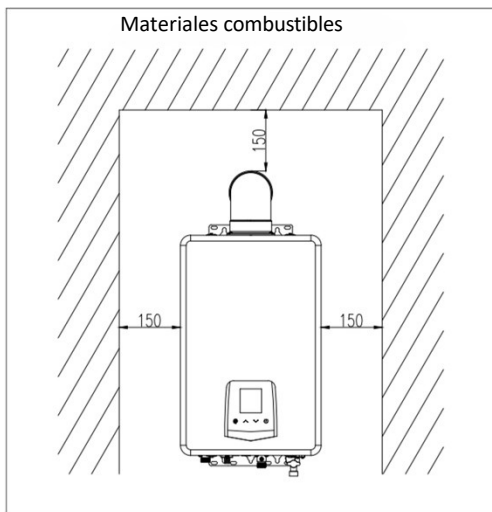
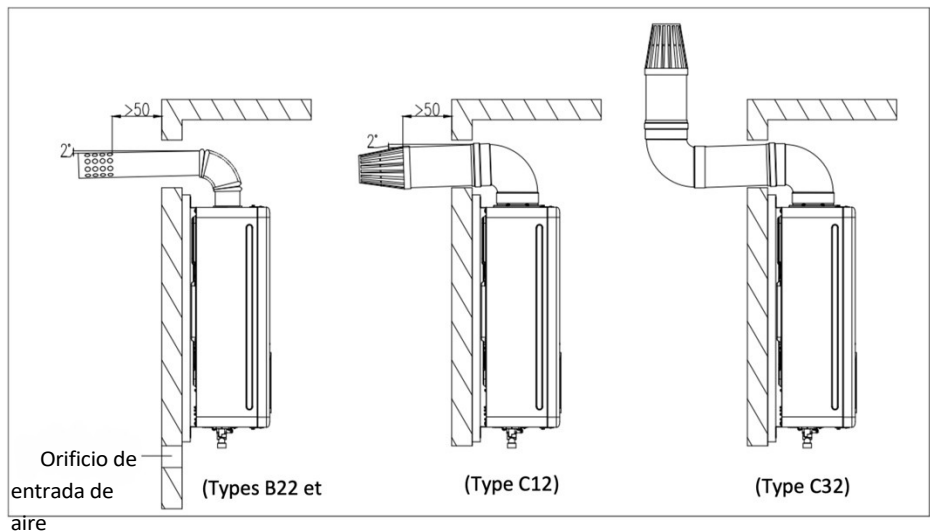

Fig. 7 (Unité : mm)
Fig. 16a (unidad: mm)
- El calentador de agua a gas debe mantenerse alejado de materiales combustibles, a una distancia mínima indicada en la Fig. 7.
- (2) La longitud del conducto de evacuación debe ser inferior a 3 m y el número de codos no debe superar los 3 (un codo equivale a 1 m de tubo recto).
- (3) La distancia horizontal del conducto de humos debe ser lo más corta posible. El extremo del conducto de humos debe presentar una inclinación hacia abajo de 20° (Fig. 16a), para permitir el drenaje del agua de condensación.
- (4) La distancia entre el conducto de humos y los materiales combustibles debe ser superior a 150 mm. Si el conducto de humos debe atravesar materiales combustibles o una pared, se debe utilizar material de protección térmica para rellenar el conducto de humos con un espesor superior a 20 mm. (Véase la fig. 7)
- (5) No ponga cemento entre el conducto de humos y la pared para facilitar el mantenimiento.
- (6) El conducto de humos debe estar bien fijado. La parte de conexión puede cubrirse con una lámina adhesiva para evitar que los gases residuales vuelvan a la habitación.
- (1) Utilice un conducto de humos recomendado y homologado por nuestra empresa, consultando la figura 16a para conocer el método de instalación. Si el conducto de humos es demasiado corto, puede alargarlo adecuadamente. Compruebe el conducto de humos cada seis meses para detectar posibles daños o fugas. Instale el conducto de humos después de fijar el cuerpo del calentador. Comience pasando el conducto de humos fijado a través del orificio de la pared y, a continuación, inserte suavemente el codo en la salida de escape del calentador. El extremo del conducto de humos debe tener una inclinación de 2° hacia abajo (Fig. 16a), de lo contrario, la lluvia podría entrar en el calentador y dañarlo.
- (2) La longitud del conducto de humos debe ser inferior a 3 m y el número de codos no debe superar los 3 (un codo equivale a 1 m de tubo recto).
- (3) La distancia entre el conducto de humos y los materiales combustibles debe ser superior a 150 mm. Si el conducto de humos debe atravesar materiales combustibles o una pared, se debe utilizar un material de protección térmica para rellenar el conducto de humos con un espesor superior a 20 mm. (Véase la fig. 7).
- (4) No se debe utilizar cemento entre el conducto de humos y la pared para facilitar el mantenimiento.
- (5) El conducto de humos debe estar bien fijado. La parte de conexión puede cubrirse con una lámina autoadhesiva para evitar que los gases residuales vuelvan a la habitación.
- (6) La longitud mínima permitida para el conducto de humos de este producto es de 320 mm. Cuando la longitud del conducto de humos esté comprendida entre 320 y 750 mm, se deberá utilizar un anillo de restricción (ϕ 43 mm) (tipo C12, C32, B22). Precauciones para la instalación del conducto de humos